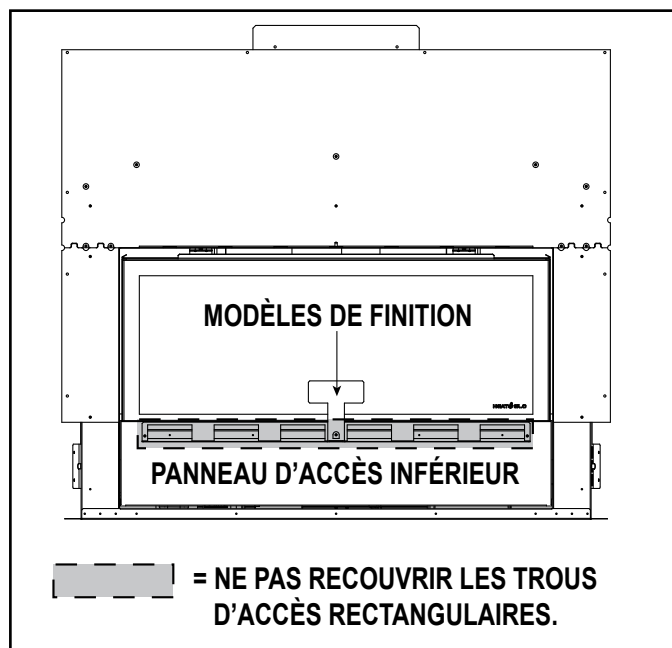

Figure 10.4 Schéma du matériau de finition incombustible pour la méthode d'ajustement superposé de 0 à 25 mm (0 à 1 po) d'épaisseur
1. Le matériau de finition incombustible peut être installé jusqu'à l'ouverture du foyer sur le dessus et les côtés. Ne pas recouvrir les trous d'accès. Voir les figures 10.4 et 10.5.